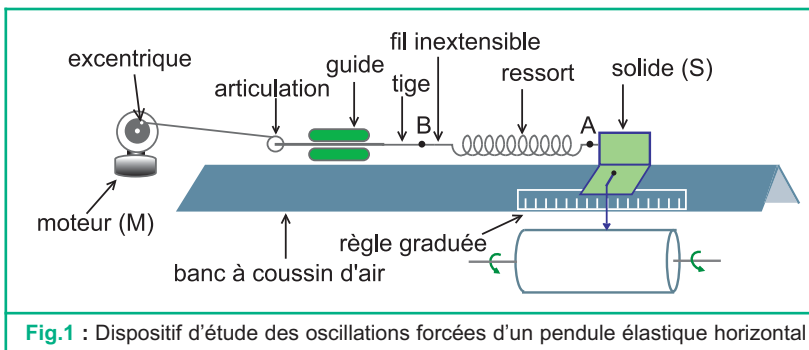
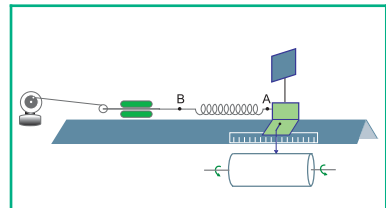

Fig.1 : Dispositif d'étude des oscillations forcées d'un pendule élastique horizontal
Fig.5 : Palet (S) avec voile
On utilise le dispositif expérimental schématisé sur la figure 1. Il est constitué essentiellement d'un pendule élastique horizontal (système solide – ressort), d'un moteur (M) et d'un dispositif d'entraînement du pendule par le moteur. Le solide est un palet (S) de masse $m = 100 \text{ g}$, placé sur un banc à coussin d'air. Par un point A de l'un de ses bords latéraux, il est attaché à un ressort de raideur $k = 6,5 \text{ N.m}^{-1}$. Par l'intermédiaire d'un dispositif de guidage, le ressort est relié par son autre extrémité à un excentrique solidaire du moteur (M) de fréquence de rotation N réglable. De cette manière, lorsque le moteur est en marche, l'extrémité B du ressort est assujettie à se déplacer parallèlement au bord supérieur du banc à coussin d'air.
On reprend le dispositif expérimental de la figure 1. On augmente l'amortissement dû à la résistance de l'air en fixant sur le palet (S) une voile sous forme d'une plaque rectangulaire perpendiculaire à l'axe du banc à coussin d'air (Fig.5).